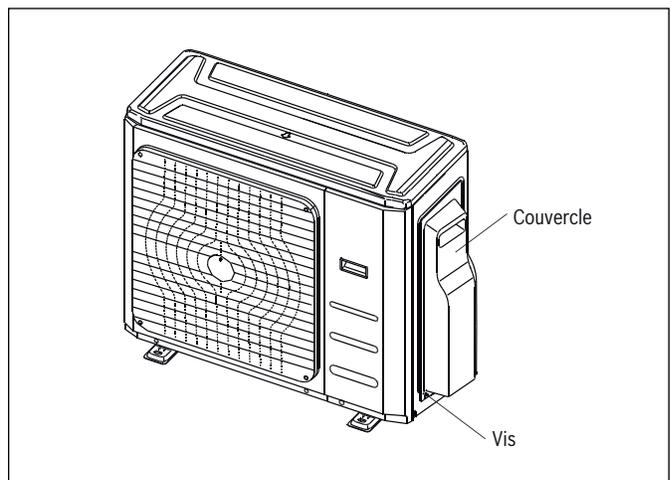

Figure 19
2. Retirez le couvercle de la boîte électrique du module extérieur. S'il n'y a pas de couvercle sur le module extérieur, démontez les boulons du panneau de maintenance et retirez le panneau de protection. (Voir fig. 19)